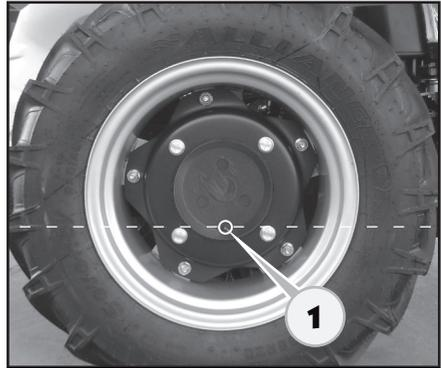

Abb. 6.25.1
1. Das Rad so drehen, dass sich der Stopfen (1) zur Radachse im unteren Teil befindet (Abb. 6.25.1).